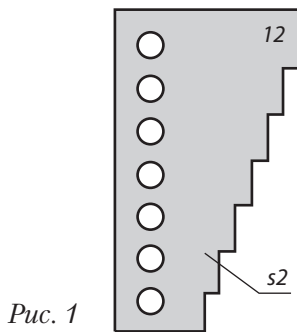
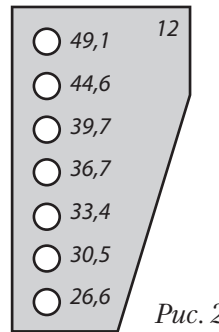

Рис. 1
Рис. 2
1. Визначитися з розмірами пластинки та всіх її конструктивних елементів (виріб має поміститися на сторінку робочого зошита) (рис. 1).
2. Розміри всіх сходинок металевої пластинки (рис. 1) записати на іншій картці, виготовленій з картону (рис. 2).
4. Виготовити металеву пластинку (рис. 1) за технологічною карткою або за шаблоном.
5. Перевірте один в одного правильність виконаних вимірювань, використовуючи шаблони з картону (рис. 2).